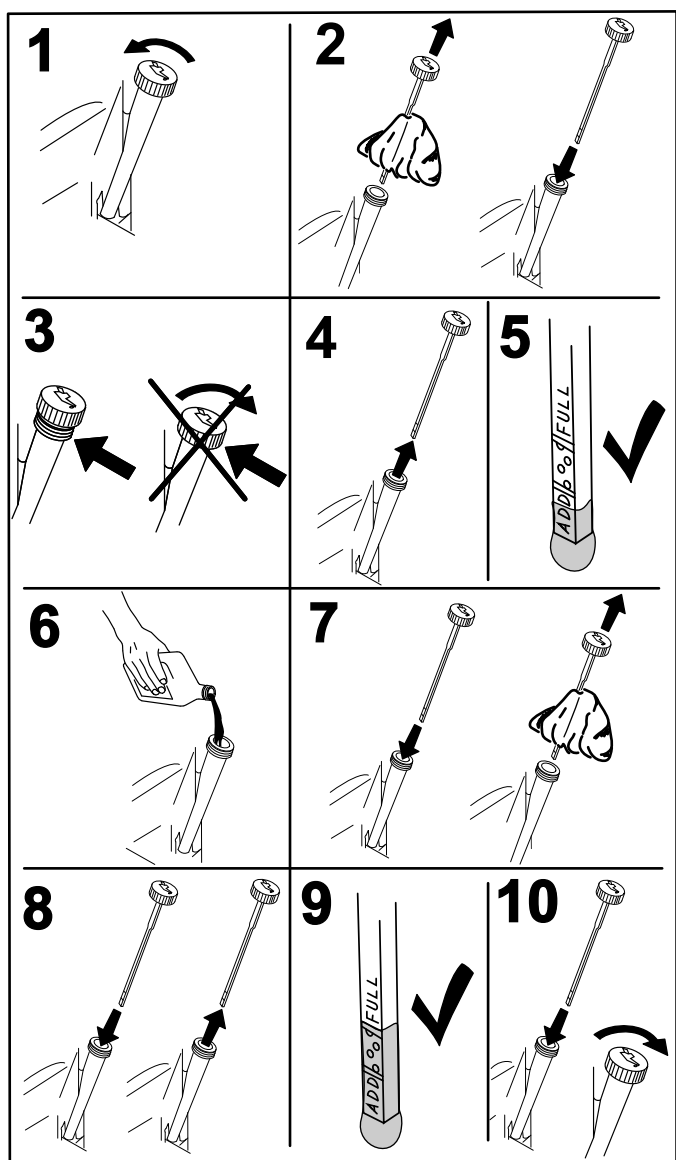

図 15
2. ディップスティック 図 14 を抜きウェスで一度きれいに拭く 図 15。